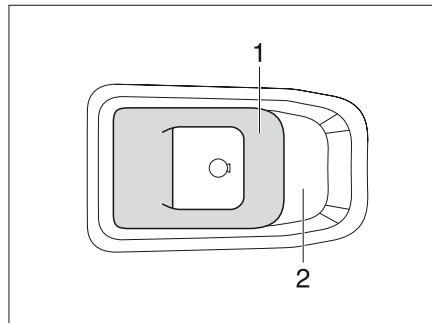

Bild 50 Dörrlås ingångsdörr, insida
**Öppna:** ■ Dra i handtaget (Bild 50,1).
**Låsa:** ■ Tryck handtaget (Bild 50,1) i greppkåpan (Bild 50,2).